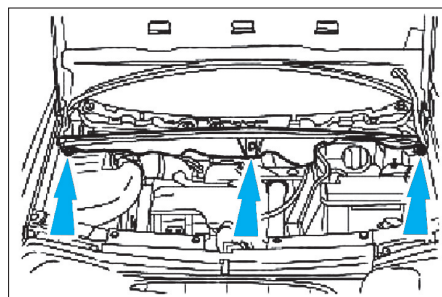

Fig. 1
- Déposer le prolongement de tablier (Fig.1),